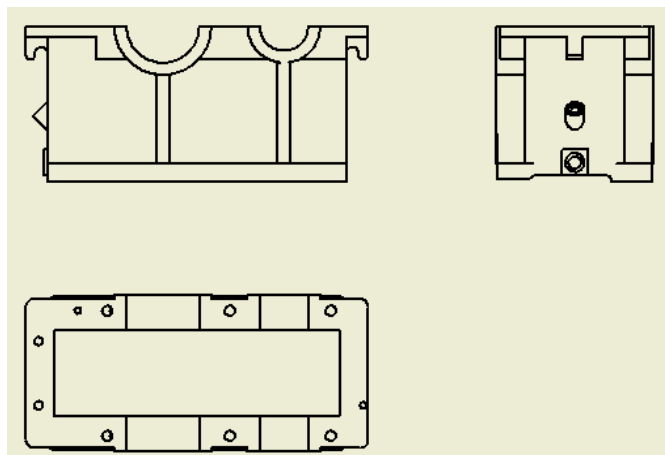

图 12-27 零件的基本视图
①创建基本视图。单击【放置视图】标签栏【创建】面板上的【基础视图】工具按钮,创建零件的基础视图,即图样中的主视图。然后创建其俯视图和左视图。创建的基本视图如图 12-27 所示。
②创建局部剖视图。油标尺安装孔在三个视图上都无法很好地表达,因此这里为其创建局部剖视图。有关创建局部剖视图的具体方法可以参照第 5 章的相关内容,这里仅介绍创建局部剖视图的步骤。